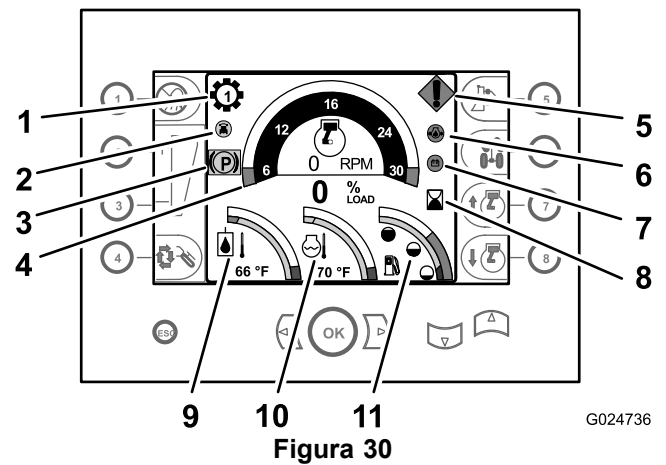
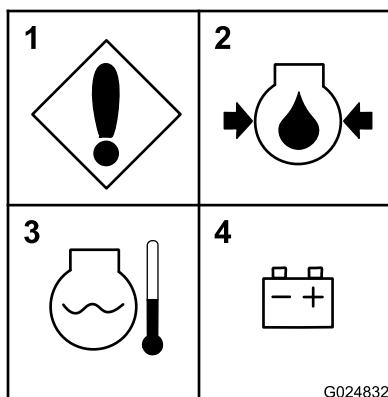

Figura 30
Figura 31
- **Indicatore della marcia:** questo indicatore mostra quale marcia è selezionata per la trasmissione (marce da 1 a 4) ed è visualizzato in alto a sinistra del contagiri (Figura 30).
- **Indicatore di inclinazione automatica** 0 (kit opzionale): questo indicatore On/Off visualizza se la funzione di inclinazione automatica è attiva. L'indicatore di inclinazione automatica è situato appena in basso e a sinistra dell'indicatore della marcia (Figura 30).
- **Contagiri:** il contagiri riporta la velocità del motore in giri al minuto (giri/min). Il contagiri è visualizzato nella parte centrale superiore del display del centro di comando (Figura 30).
- **Contaore:** il contaore indica il numero di ore di funzionamento del motore. È visualizzato nell'area centrale a destra del display di comando, a destra del contagiri (Figura 30).
- **Indicatore della temperatura del fluido idraulico:** questo indicatore visualizza la temperatura operativa del fluido idraulico ed è visualizzato nell'area in basso a sinistra del display di comando (Figura 30).
- **Indicatore della temperatura del refrigerante:** questo indicatore riporta la temperatura del refrigerante nell'impianto di raffreddamento del motore. È visualizzato nella parte centrale inferiore del gruppo strumentazione (Figura 30).
- **Indicatore di livello del carburante:** questo indicatore visualizza il livello restante di carburante nel serbatoio ed è situato nell'area inferiore destra del display di comando (Figura 30).
- **Bassa pressione dell'olio del motore:** questo messaggio viene visualizzato se la pressione dell'olio nel motore è bassa o assente (Figura 30 e Figura 31).
- **Motore surriscaldato:** questo messaggio viene visualizzato se il motore è surriscaldato (Figura 30 e Figura 31).
- **Controllate l'alternatore o la batteria:** questo messaggio viene visualizzato se l'alternatore non carica la batteria (Figura 30 e Figura 31).
- **Errore macchina o motore:** questo messaggio viene visualizzato se la macchina o il motore subisce un guasto. La causa del guasto è indicata nella Diagnostica del pannello strumentazione (Figura 30 e Figura 31).